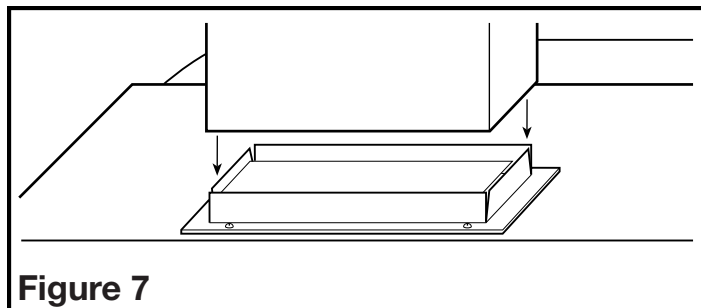

Figure 7
1. Connectez la canalisation au col du conduit de la hotte. Assurez-vous que les joints des conduits et les pénétrations extérieures sont scellés avec du mastic ou tout autre matériau similaire pour créer un passage d'air étanche afin de minimiser la perte ou le gain de chaleur et réduire le risque de condensation. Placez / enveloppez l'isolant autour du conduit et / ou ventilateur afin de minimiser la possibilité d'accumulation de condensation à l'intérieur du conduit, ainsi que la perte ou le gain de chaleur (Figure 7).